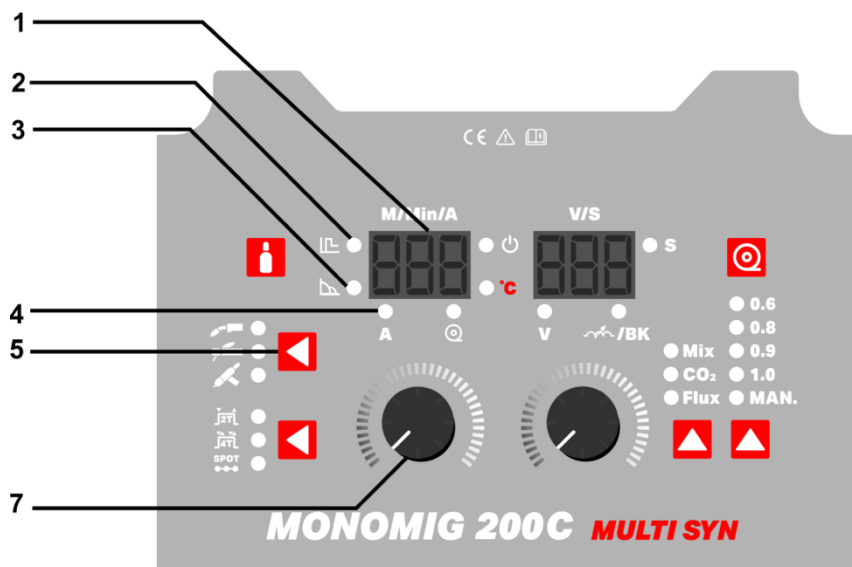

Fig.7
- Seleccionar soldadura MMA (electrodo revestido), presionando el botón 5 (Fig.7) hasta que se encienda el led MMA.
- Regular la corriente de soldadura a través del botón 7 (Fig.7). El led 4 (Fig. 7) se enciende y en el display 1 (Fig. 7) se visualiza la corriente deseada. Durante la soldadura, este parámetro está continuamente activo (girando el botón 7 (Fig. 6), se regula la corriente de soldadura).
- Seleccionar Hot Start presionando el botón 7 (Fig.7) hasta que se encienda el led 2 (Fig.7). Ajuste Hot Start - Para mejorar el cebado del arco, ajuste de 0 a 10 girando el botón 7 (Fig.7).
- Seleccionar Arc Force presionando el botón 7 (Fig.7) hasta que se encienda el led 3 (Fig.7). Ajuste Arc Force - Para evitar que el electrodo se cole a la pieza de trabajo durante la soldadura, de 0 a 10, girando el botón 7 (Fig.7).